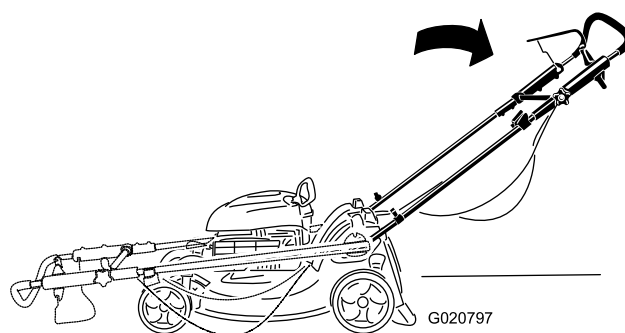

Рисунок 3
1. Разложите рукоятку, как показано на Рисунок 3.